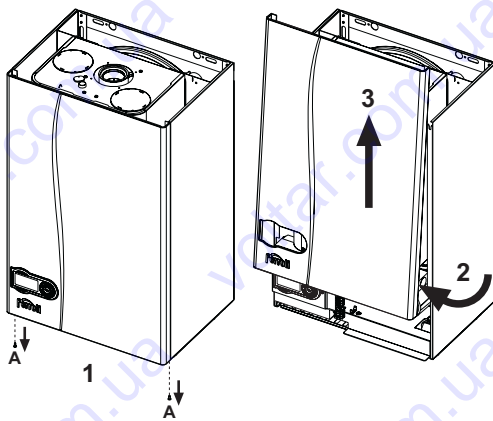

рис. 28 - Снятие кожуха
1. Отвинтите винты "A" (см. рис. 28).
2. Поверните кожух (см. рис. 28).